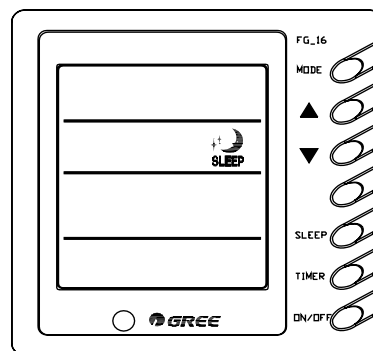

Рис. 5.14
**5.3.9 Функция SLEEP.** Нажатием кнопки **SLEEP** включается функция «**SLEEP**» («Сон») и на дисплее высвечивается индикация «...» (рис. 5.14).